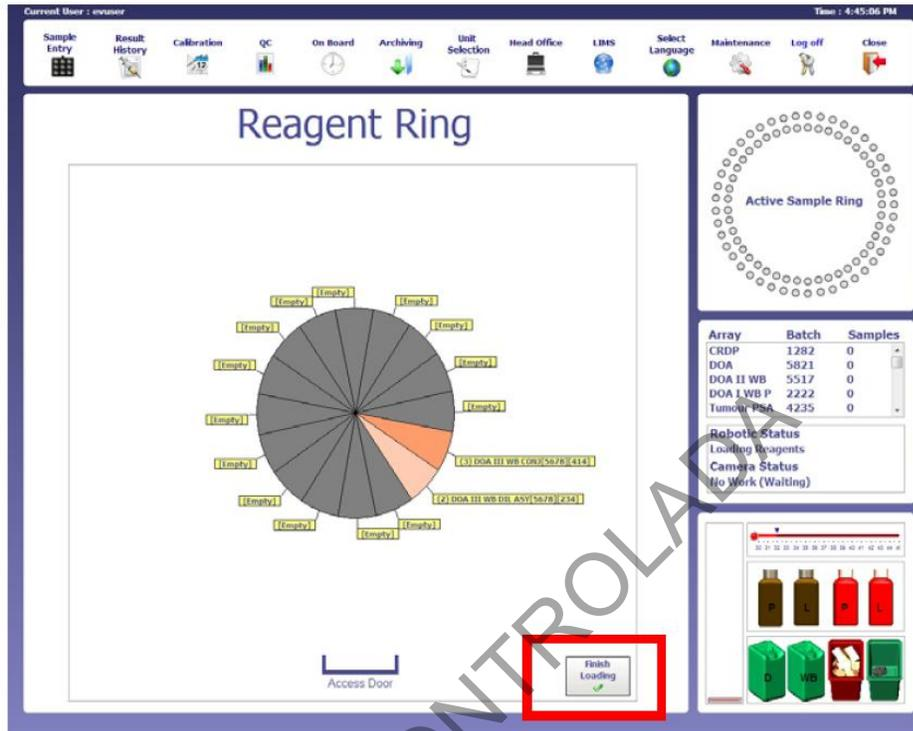

Figura 1.7
7.1.17 Una vez que haya terminado la carga de todos los reactivos haga clic en "finished loading" para concluir el proceso (ver figura 1.7)